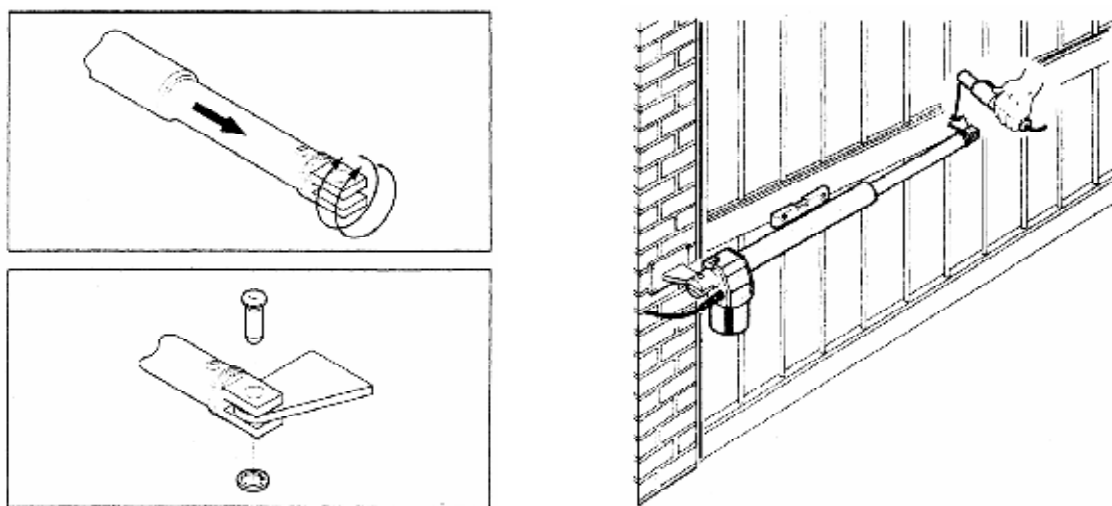

Рис. 7 Сборка и установка переднего кронштейна.
- снимите передний кронштейн с привода и закрепите его на створке ворот при помощи сварки см. рис. 7. Установите привод на передний кронштейн. При использовании сварки, для крепления кронштейнов, **не допускайте** попадания искр на привод и его нагрева;